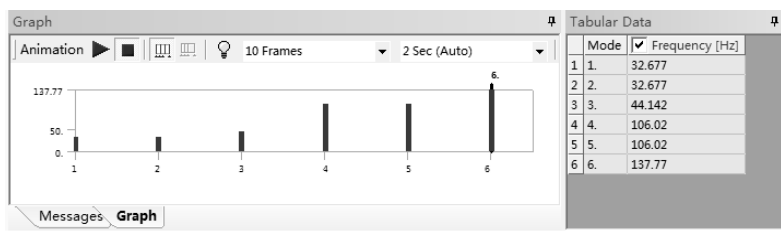

图 6-83 模型的固有频率
3) 在 Mechanical 界面的右下方可以观察到模型的固有频率，如图 6-83 所示。